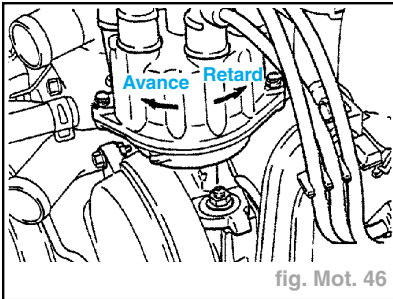

fig. Mot. 46
- Si le calage de l'allumage ne correspond pas à la valeur normale, régler en tournant le distributeur (fig. Mot. 46).